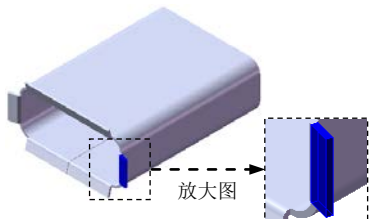
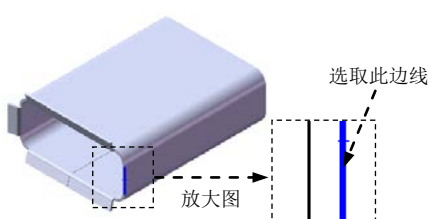

图 10.25 边线—法兰 5
图 10.26 边线法兰的边线
Step7. 创建图 10.25 所示的钣金特征——边线—法兰 5。选取图 10.26 所示的模型边缘为生成的边线法兰的边线，详细操作过程请参照 Step3。